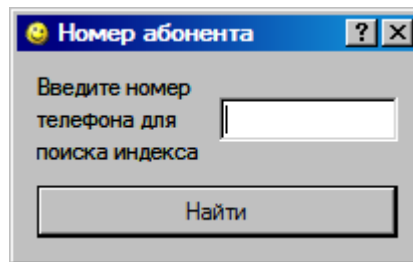

Рисунок 3.12
3.2.5.3.3 При выборе подпункта меню **Тест по N телефона** отобразится окно выбора номера телефона (см. рисунок 3.12).